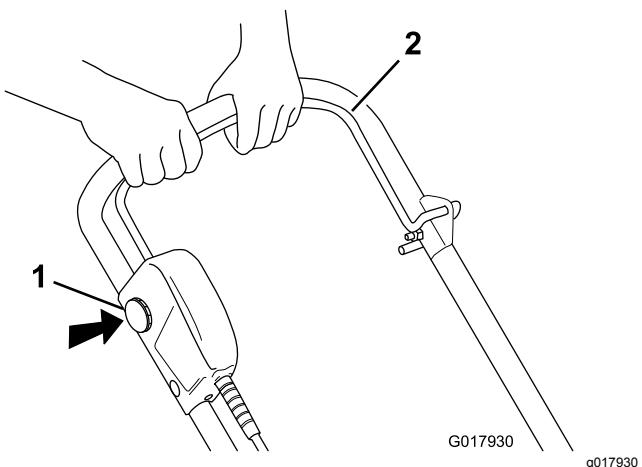

Figura 10
- Para ligar o motor, insira a chave, pressione e mantenha pressionado o interruptor de segurança e aperte a barra de controlo de energia para a pega (Figura 10).